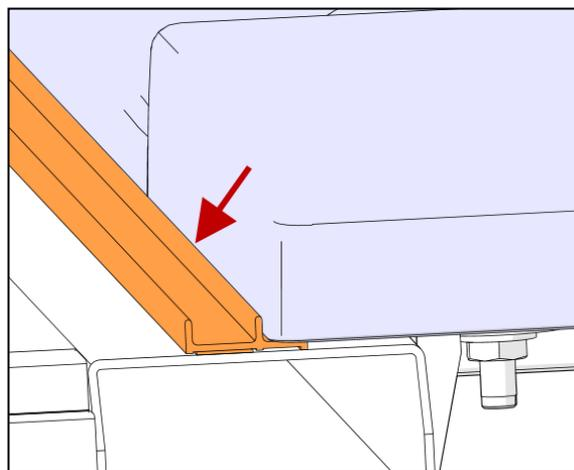

FIGURE 50
79. Pour la position longitudinale, aligner la lèvre médiane de la bande sur la face latérale de l'aile (voir Figure 50 qui illustre la vue de dessous).